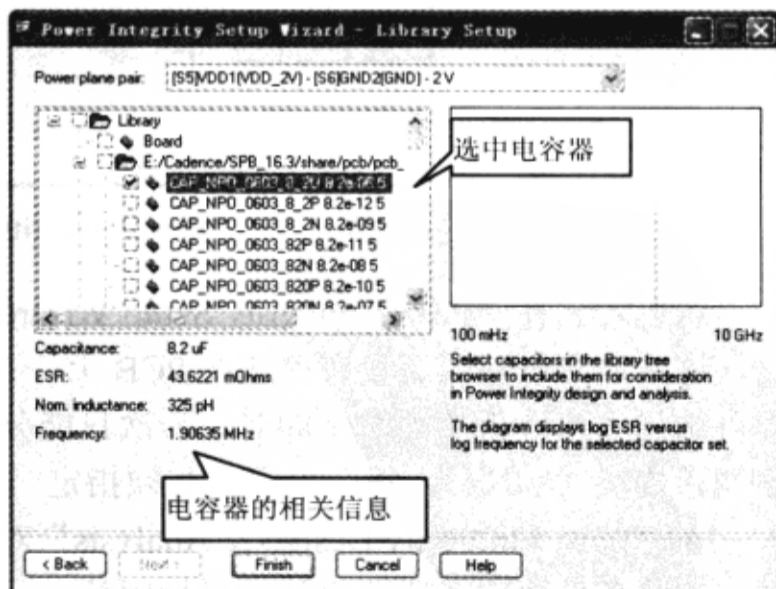

图 8-8-34 电容器的相关信息
(9) 向下滚动电容器列表，单击 CAP\_NPO\_0603\_8\_2U 旁边的选择框，选中这个电容器，如图 8-8-34 所示。